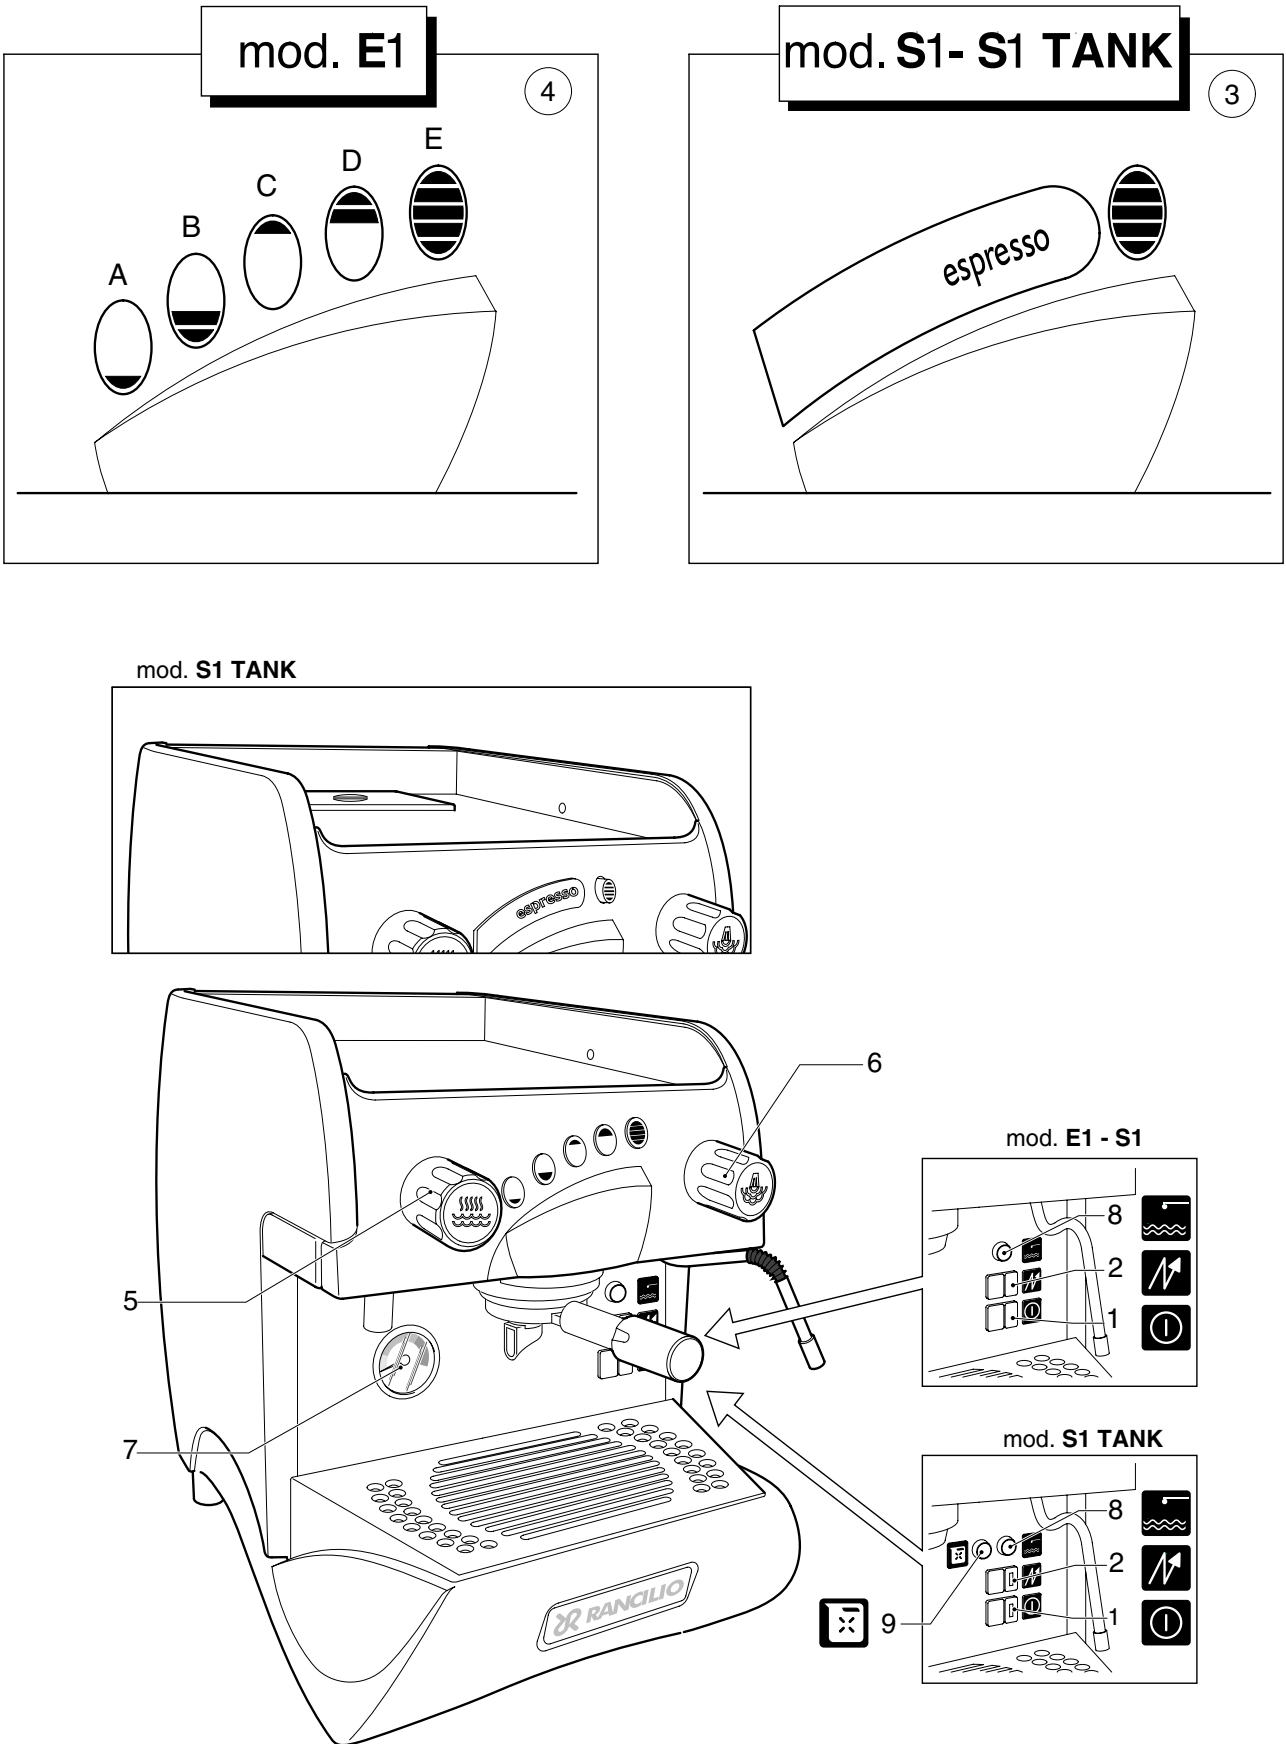

Fig. 8
7.1. Mandos Fig.8
## 7.2. Instrumentos de control (Fig.8)
- Introducir 2 litros de agua en el depósito y cerrar la tapadera; controlen la luz testigo (9 - Fig.8).
- Esperar a que se alcance la presión de operación, aguja del manómetro 7, Fig.8, sobre la zona verde, y que la máquina alcance su correcto equilibrio térmico.
- Colocar las tazas debajo de los picos suministradores, activar la preparación con el mando 3 o el teclado 4 según los modelos, Fig.8.
- Abrir el grifo del vapor (6 - Fig.8) y bajar el recipiente de manera que el surtidor roce la superficie de la leche.
- Abrir gradualmente el grifo del vapor 6 (Fig.8); el vapor borbojeando en el líquido le cede calor hasta llevarlo a la temperatura deseada.